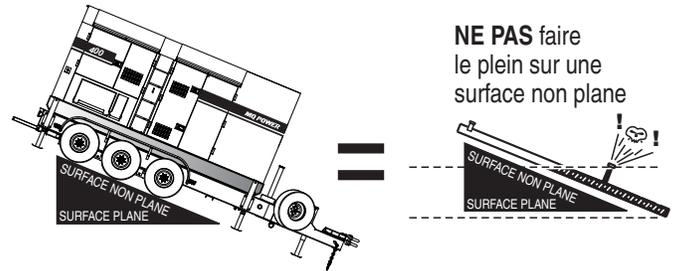

Figure 30. Remplir seulement sur une surface plane
1. **Garder le réservoir de niveau** – assurez-vous que les piles à combustible soient de niveau avec le sol. Le non-respect de cette précaution peut entraîner le renversement de carburant du réservoir avant d'atteindre sa pleine capacité (Figure 30).